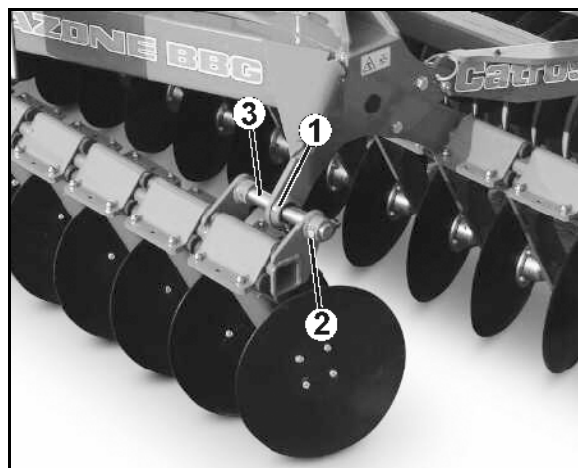

Рис. 47
Для замены подвижной опорной штанги (Рис. 47/1) поставьте разложенный агрегат так, чтобы не было нагрузки на подвижную опорную штангу.
1. Ослабьте резьбовое соединение (Рис. 47/2) смещающегося вала (Рис. 47/3).